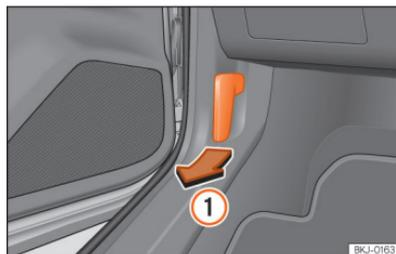
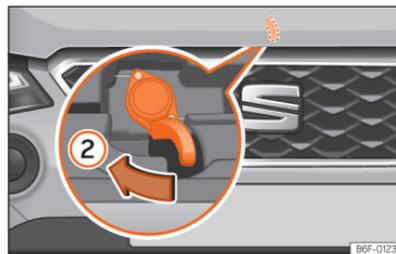

Fig. 179 Alavanca de desbloqueio no espaço para a zona dos pés do condutor.
Fig. 180 Alavanca sob o capô.
• Abra a porta e puxe pelo manípulo que existe debaixo do painel de instrumentos »» Fig. 179
①.
• Para levantar o capô, pressione para a esquerda com a palma da mão para baixo a alavanca situada sob o capô, no centro »» Fig. 180 ②. Os ganchos de fixação ficam desbloqueados.